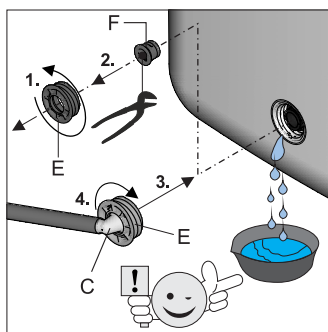

Fig. 5-5 Étapes de travail 4 + 5
- Dévisser la pièce fileté située au niveau du raccord de remplissage et de vidange (fig. 5-5, rep. E) ainsi que le bouchon de fermeture (fig. 5-5, rep. F) et revisser immédiatement la pièce de raccordement du tuyau préassemblée (fig. 5-5, rep. C) dans le raccord de remplissage et de vidange.